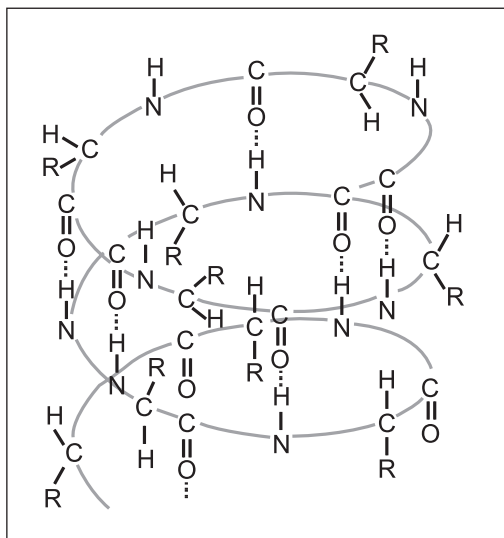

Рис. 2.9. Вторичная структура молекулы белка
*Белковые макромолекулы имеют определенную форму: одни вытянуты, нитевидны, другие закручены в клубок. Нитевидная форма характерна для небольшого количества белков, в том числе и для белков натурального шелка (*фиброина*). В большинстве случаев белковая молекула свернута в спираль. Такое пространственное расположение объясняется образованием водородных связей $\text{C}=\text{O} \dots \text{H}-\text{N}$ между электроположительными атомами водорода в группе N–H и электроотрицательными атомами кислорода в группе $\text{C}=\text{O}$ на разных участках полимерной цепочки (рис. 2.9). Подобный тип пространственного расположения полипептидной цепочки называется *вторичной структурой*.